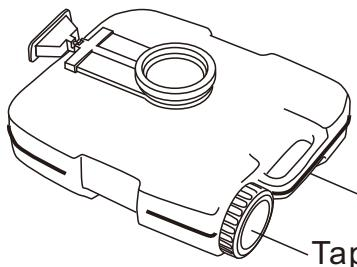

Figura 9
- Quando si rimuove il tappo, assicurarsi che il serbatoio di scarico sia in posizione verticale posizione (Figura 9)